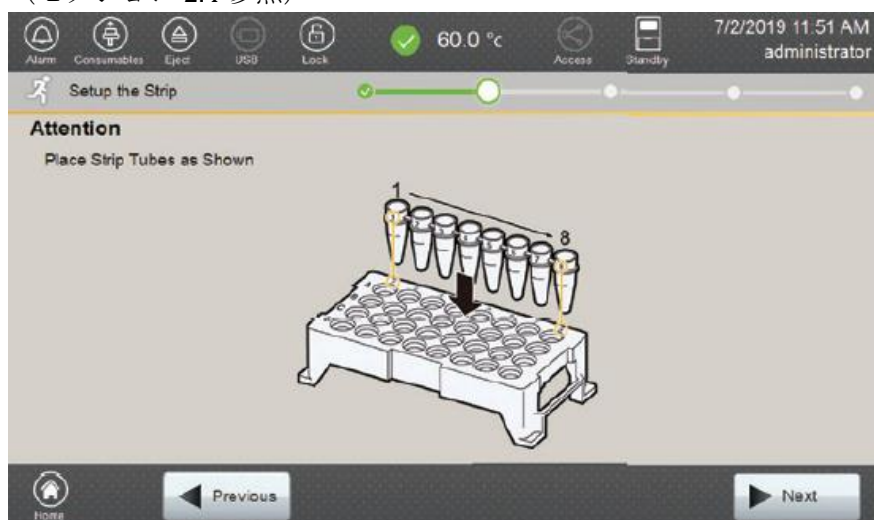
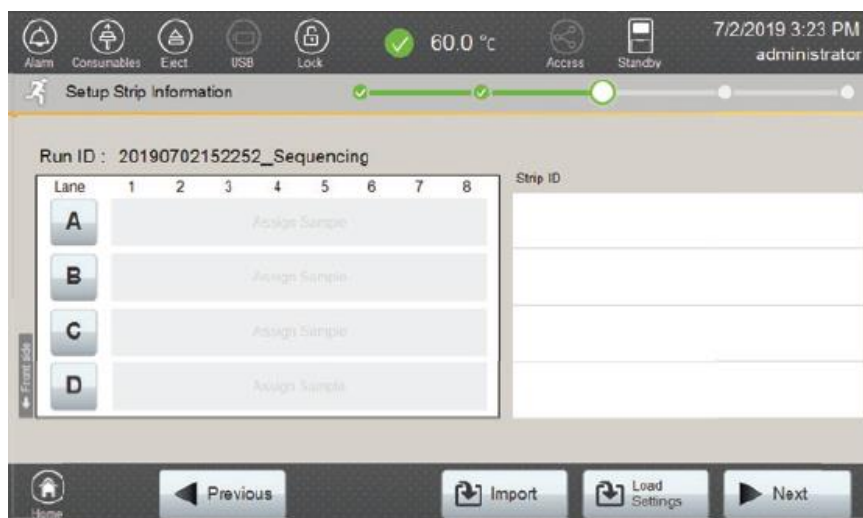
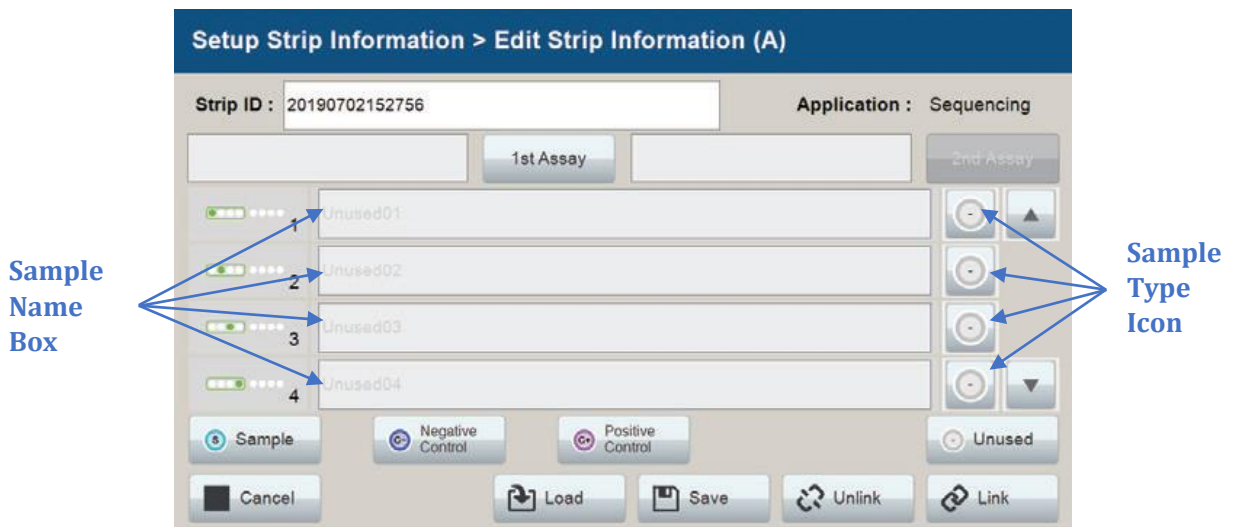

図 80 Setup the Strip 画面
図 81 Setup Strip Information 画面
図 82 Edit Strip Information 画面
3. **Next** を選択し、サンプルカートリッジにストリップをセットするためのメッセージ画面に進みます。(図 80)
4. メッセージ画面に従って、サンプルカートリッジにストリップチューブをセットし (図 80)、**Next** 選択して **Setup Strip Information** 画面にアクセスします。(図 81)
- b. Setup Strip Information 画面は、Sample Information と Strip ID の 2 つのセクションに分かれています。サンプルカートリッジ内のストリップの位置に対応したレーン (A,B,C,D) のアイコンを選択し、ストリップ内のサンプルの名前を入力してください。選択したレーンの Edit Strip Information 画面 (図 82) が開きます。
Setup Strip Information (図 81) 画面で希望するレーン (A,B,C,D) を選択すると、そのレーンの Strip ID、Run assay、sample name、sample type を指定するフィールドが Edit Strip Information 画面 (図 82) に表示されます。ストリップの各ウェルは画面の左側に表示されます。ストリップの最初のインジェクションセット (ウェル 1-4) が画面に表示されます。画面右側の矢印で、次のインジェクションセット (ウェル 5-8) にスクロールできます。ストリップ情報は、以下のようにこの画面から手動で入力するか、保存された記録からロード/インポートすることも可能です。